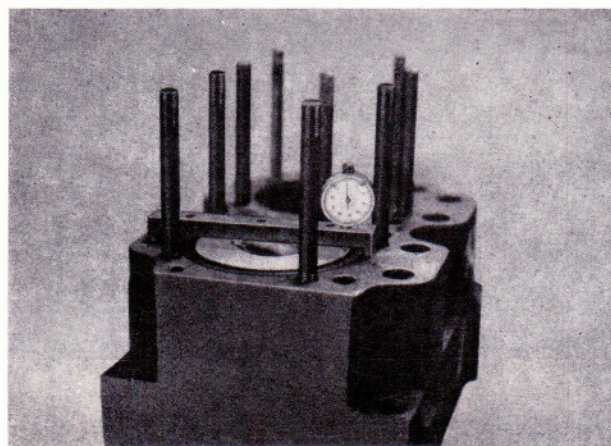

Bild 106
- Kurbelwelle durchdrehen, bis der Kolben in „OT“ steht und dabei das Kolbenvorstehmaß feststellen (Bild 106).